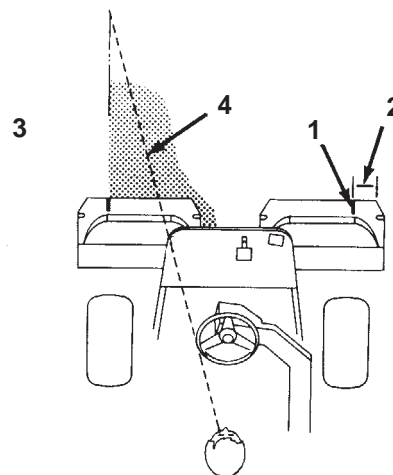

Figure 30
3. Minimisez le chevauchement de la passe précédente lors de la passe de retour. Pour vous aider à conserver une ligne droite en travers du green et à maintenir la machine à égale distance du bord de la passe précédente, établissez une ligne de vision imaginaire à environ 1,8–3 m en avant de la machine jusqu'au bord de la partie non coupée du green (Fig. 30). Certains trouvent qu'il est utile de faire passer la ligne de vision par le bord extérieur du volant, c.-à-d. de maintenir le bord du volant aligné avec un point qui est toujours éloigné de la même distance par rapport à l'avant de la machine.